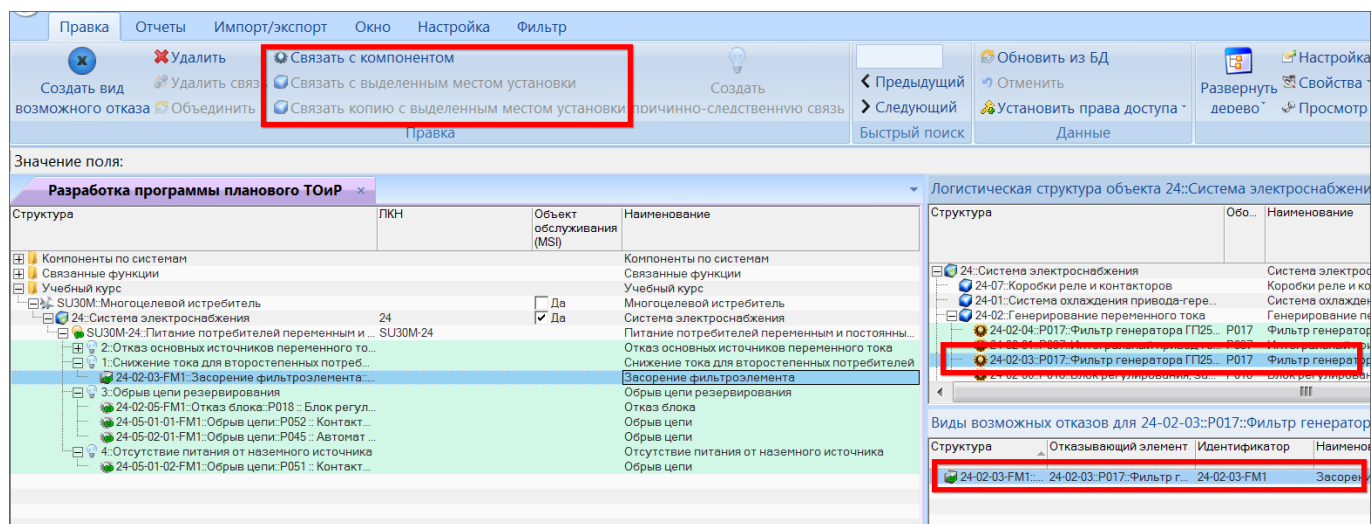

Рис. 11-17 – Установление связи КО с месторасположением компонента в ЛСИ
- 5) нажать одну из следующих кнопок панели «Правка» (рис. 11-17):